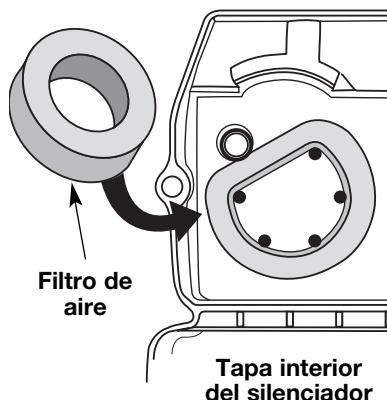

Fig. 22
- Gire la tapa y ubique el filtro de aire adentro. Saque el filtro de aire de adentro de la tapa del filtro de aire / silenciador (Fig. 22).
- Cambie el filtro de aire dentro de la tapa del filtro de aire / silenciador (Fig. 22).